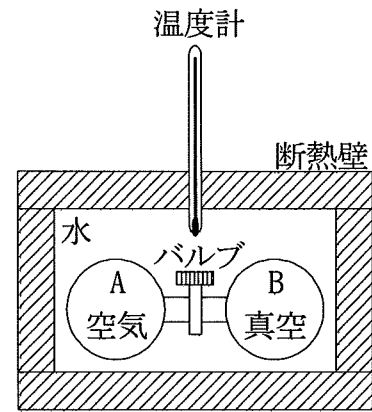

図1
1. ジュールは図1の装置を用いて気体の自由膨張の実験を行った。まず、容器 A に空気を入れ、容器 B は真空にしておく。つぎに、バルブを開いて、容器 A にあった空気を容器 B に流入させる。十分に時間が経過した状態で熱力学的平衡状態が達成された後に系の温度を測り、実験前と比較する。ジュールはこの実験で、バルブを開く前と後の平衡状態における温度は変化しないことを示した。